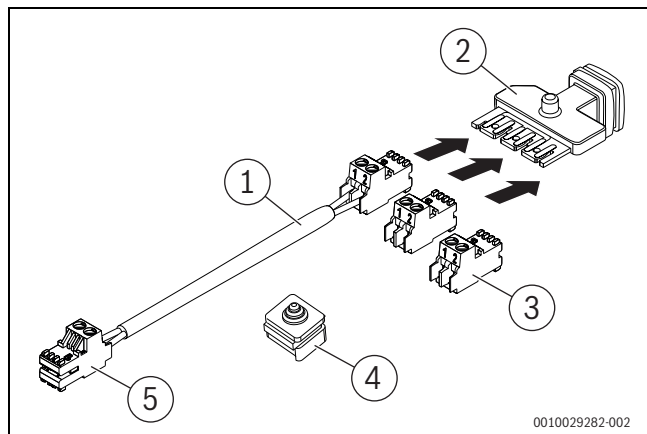

Fig. 107 Contenu de la livraison accessoire CS 37
- Brancher le câble (→ Figure 107, [1]) avec le connecteur sur la barrette de raccordement EMS-BUS (→ Figure 107, [2]).
- Brancher les deux connecteurs (→ Figure 107, [3]) aux emplacements de la barrette de raccordement EMS-BUS (→ Figure 107, [2]).
- Monter la barrette de raccordement EMS-BUS (→ Figure 107, [2]) avec les connecteurs vers le bas dans l'ouverture des passe-câbles.
- Installer le passe-câbles fourni (→ Figure 107, [4]).